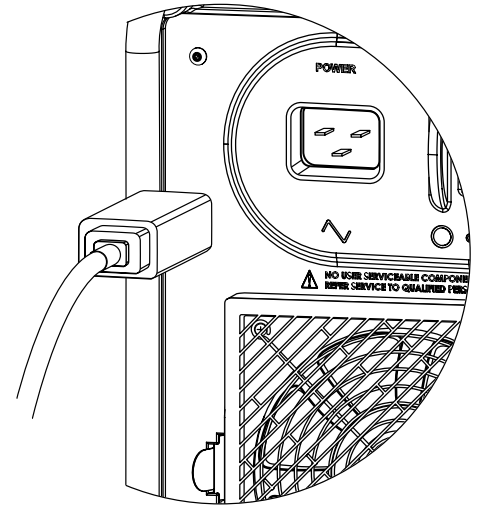

图 6 — 连接电源线
2. 确保 M200 电源左侧的电源开关处在关 (O) 的位置。
3. 将电源线连接到设备侧面的电源接头上 (图 6)。